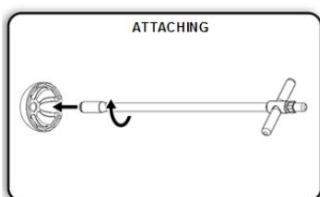

図.8
- (1) アダプターがハンドピースに取り付けられている場合、作業を続ける前にバッテリーが取り外されていることを確認する。
- (2) 図8のように、適合するデバイス※のネジ穴にアダプターのネジを挿入し、完全に装着、固定されているか確認する。